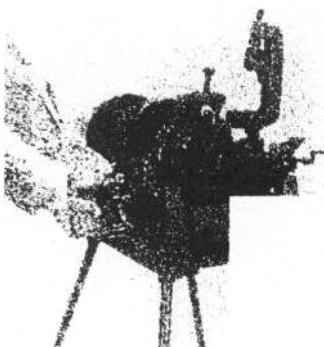

рис.7
- г) Поворачивайте маховик каретки по часовой стрелке, чтобы резьбонарезная головка была прижата к трубе в направлении быстрозажимного патрона (рис. 7). Через 2 – 3 нитки резьбы маховик можно отпустить, каретка движется самостоятельно по виткам резьбы.